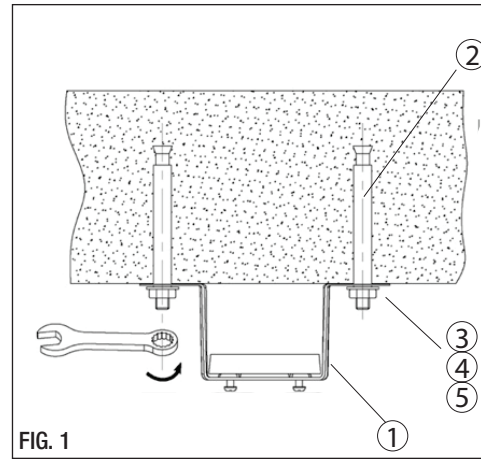

FIG. 1
- Para montagem em laje de concreto (fig 1), perfure-a com broca de vidia de 8mm, tomando o devido cuidado com caixas de passagem e conduites, e utilize as buchas (2) (fornecidas com o produto). O furo deve ter profundidade igual ou maior ao comprimento das buchas (2).